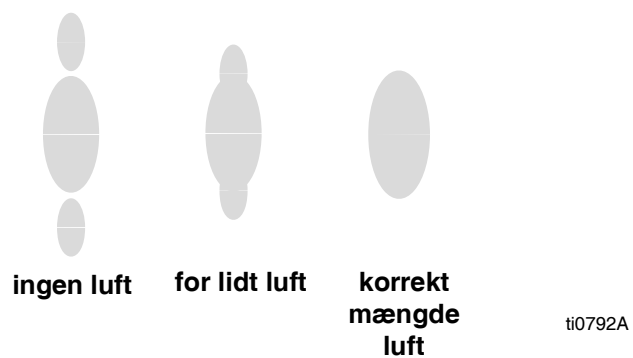

FIG. 7. Problemer med spredningen
2. Se FIG. 7. Indstil forstøvningslufttrykket til ca. 35 kPa (0,35 bar, 5 psi) ved aktivering af aftrækkeren. Kontrollér sprøjtemønstret, og øg derefter langsomt lufttrykket, indtil forstøvningen er fuldstændig og trukket ind i spredningsmønstret. Lufttrykket til pistolen må ikke overstige 0,7 MPa (7 bar, 100 psi).
3. Se FIG. 7. Hvis der ønskes mindre spredning, drejes ventilknappen til justering af spredningen (AA) mod uret (ud). Hvis spredningen stadig er for stor, øges lufttrykket til pistolen en smule, eller der anvendes en anden dysestørrelse.